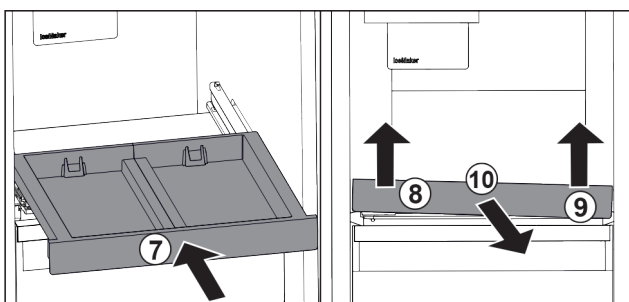

Fig. 125
- ▶ Inșerați raftul extractibil. Fig. 125 (7)
- ▶ Ridicați raftul extractibil din față stânga. Fig. 125 (8)
- ▶ Ridicați raftul extractibil din față dreapta. Fig. 125 (9)
- ▶ Extrageți raftul extractibil spre înainte. Fig. 125 (10)